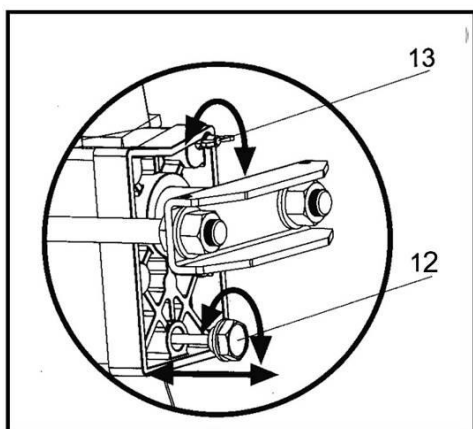

Fig. 4
Antes de começar a utilizar o rachador de lenha, é necessário soltar o parafuso de purga (13) Fig. 4 com algumas voltas até o ar conseguir entrar e sair suavemente do depósito de óleo.